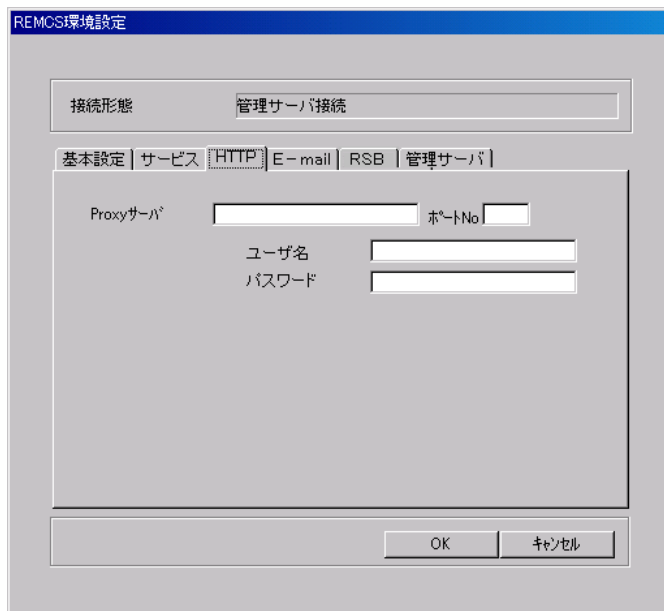

図 5-6 REMCS 環境設定-HTTP
- 2** [HTTP]タブをクリックします(図 5-6)。